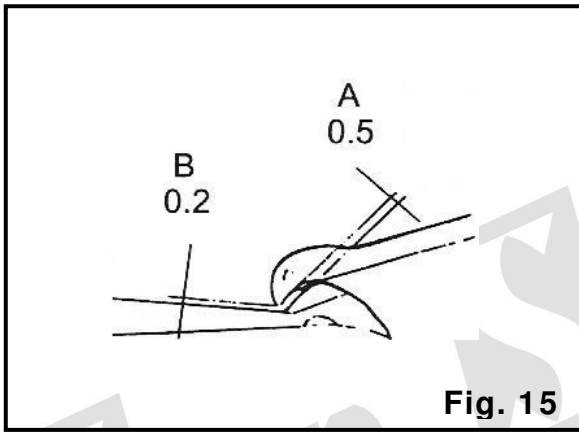

Fig. 15
4. **Looper superior e looper inferior Fig. 15**